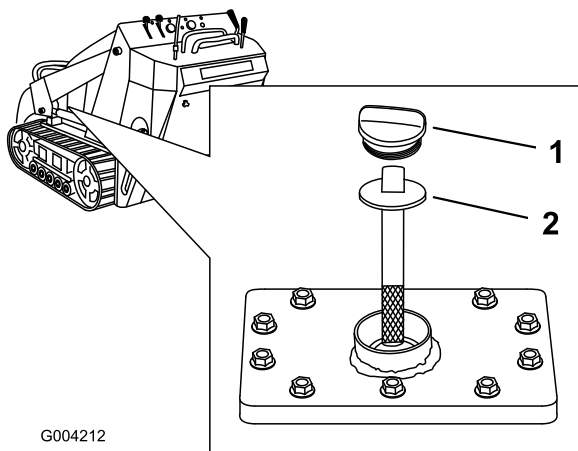

Figure 52
5. Enlevez le bouchon et la jauge du réservoir hydraulique (Figure 52).